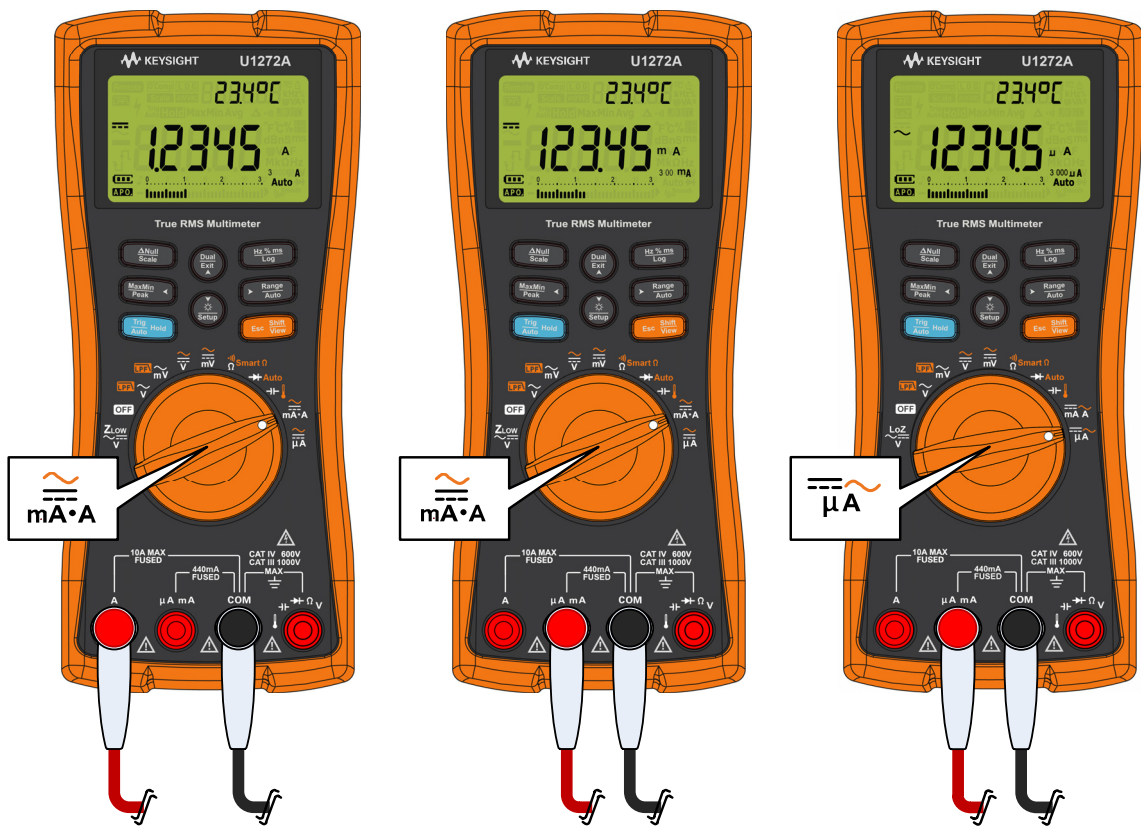

Figure 2-34 Configuration de mesure du courant
- Pour éviter de griller le fusible de 400 mA du multimètre, n'utilisez la borne **μ A mA** après avoir vérifié que le courant est inférieur à 400 mA. Consultez la **Figure 2-34** pour en savoir plus sur les connexions des cordons de test et la sélection de fonction. Pour plus d'informations sur les alarmes utilisées par le multimètre en cas d'utilisation incorrecte des cordons de test pour des mesures de courant, reportez-vous à la section **Avertissement d'entrée**.